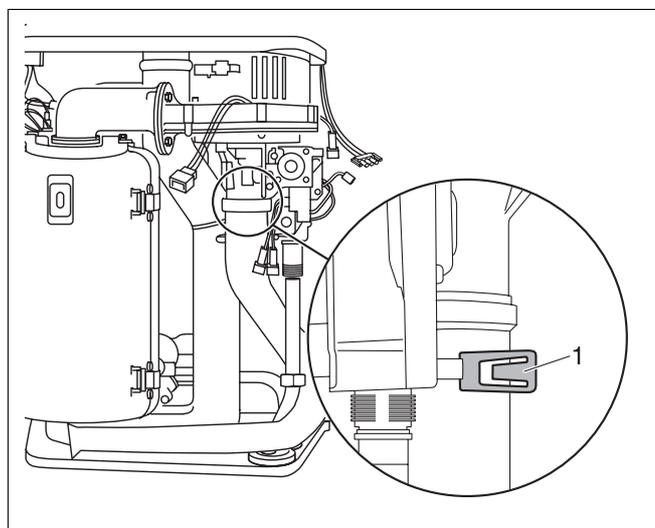

Fig. 34 Estrarre il tubo di aspirazione dell'aria
- Rimuovere la piastrina di sicurezza esercitando una pressione adeguata (fig. 34, pos. 1).